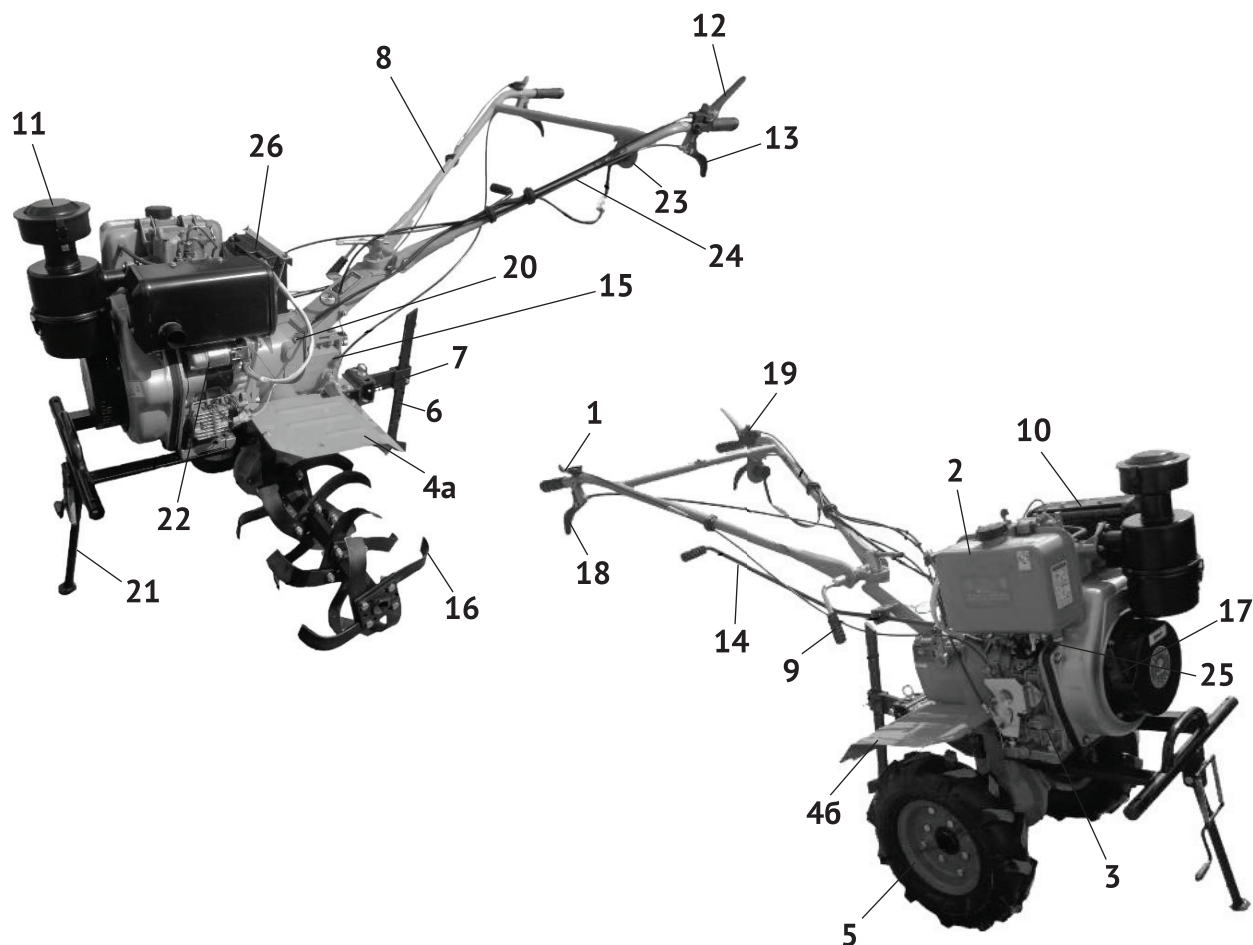
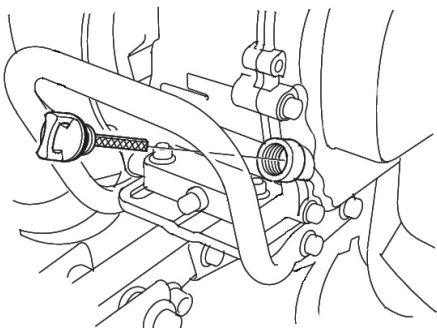

рис.1
рис.7
2.4 Общий вид культиватора представлен на рис.1
Двигатель культиватора, аккумуляторная батарея и коробка передач закреплены на прямоугольном основании. Коленчатый вал двигателя, расположенный горизонтально, передаёт крутящий момент в коробку передач (рис.1 поз.15). Передача вращения с вала коробки передач, на приводной вал (выходной вал редуктора) фрез (колёс) осуществляется конической шестернёй. Рычаг (рис.1 поз.12) осуществляет функцию выключателя двигателя: рычаг нажат – соответствует положению выключателя «ON» - включено, рычаг отжат – положение «OFF» - выключено. При нажатом рычаге сцепления (рис.1 поз.13), рычаг переключения передач вперёд (рис.1 поз.14) устанавливает одно из трёх фиксированных положений: «0» - «Нейтраль», «1» - «Быстро» или «2» - «Медленно».
Включение передачи движения «назад» осуществляется нажатием и удержанием рычага (рис.1 поз.18) на правой рукоятке.
- совместить крепёжные отверстия в нижних частях рукояток управления (рис.1 поз.8) с отверстием кронштейна крепления;
- зафиксировать в удобном по высоте положении (на уровне талии) рычагом (рис.1 поз.9).
- раскрутить винтовое соединение рычага управления дроссельной заслонкой (рис.1 поз.1);
- прикрепить трос управления дроссельной заслонкой (рис.1 поз.1) так, чтобы он располагался сверху;
- раскрутить винтовое соединение рычага сцепления (рис.1 поз.13);
- прикрепить трос включения задней передачи (рис.1 поз.18) так, чтобы он располагался снизу;
Внимание! *Установку и первоначальную регулировку тросов сцепления (рис.1 поз.13), включения задней передачи (рис.1 поз.18), выключателя зажигания (рис.1 поз.12) и управления дроссельной заслонкой (рис.1 поз.1) рекомендуется провести в сервисном центре или доверить квалифицированному специалисту.*
Регулировка осуществляется изменением положения сошника - регулятора глубины вспашки (рис.1 поз.6), крепящемся в сцепном устройстве (рис.1 поз.7):
Выкрутите пробку-щуп (рис.1 поз.3) из маслозаливной горловины и залейте в картер масло необходимой марки до нижнего края горловины, как показано на рис.7. Вставьте сухой чистый щуп в горловину картера и выньте его. Проверьте уровень масла: граница смоченной области щупа должна располагаться между отметками минимального и максимального
- выкрутить пробку-щуп (рис.1 поз.20) маслосаливной горловины коробки передач;